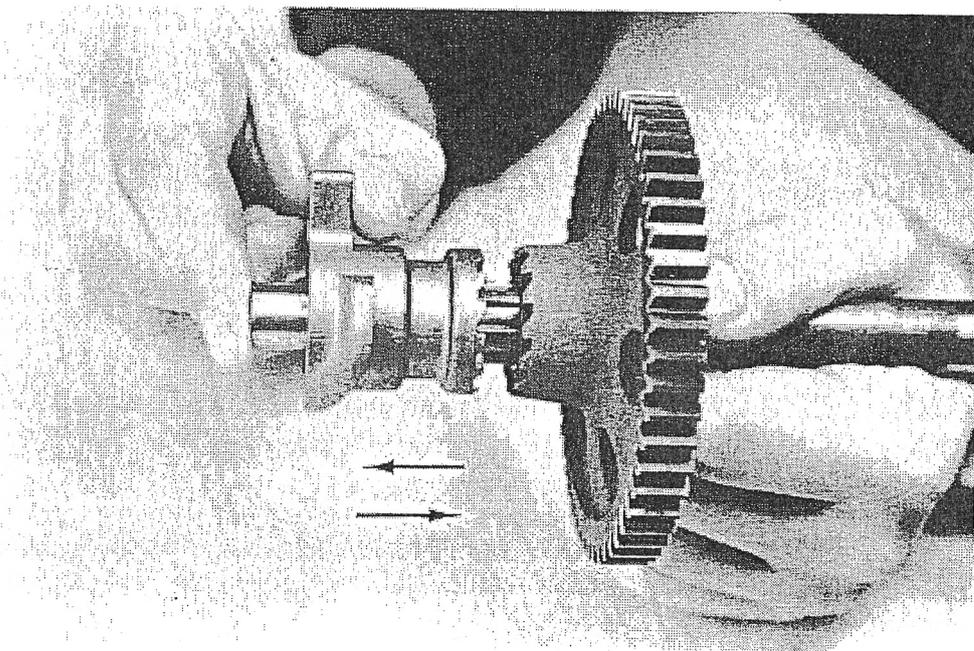

FIG. 49
14. Mira las ranuras del final del eje de puesta en marcha y comprueba si están gastadas o dañadas. Comprueba los dientes de la rueda de puesta en marcha y dale vueltas en su eje para comprobar que gira libremente. Comprueba los dientes que enganchan con el trinquete en un lado de la rueda. Comprueba los dientes del trinquete y empújalo de un lado a otro en el eje (Fig 49). Se debe mover unos 10 mm (0.4") hacia el lado derecho del eje y debe volver a su posición por la presión del muelle del trinquete.